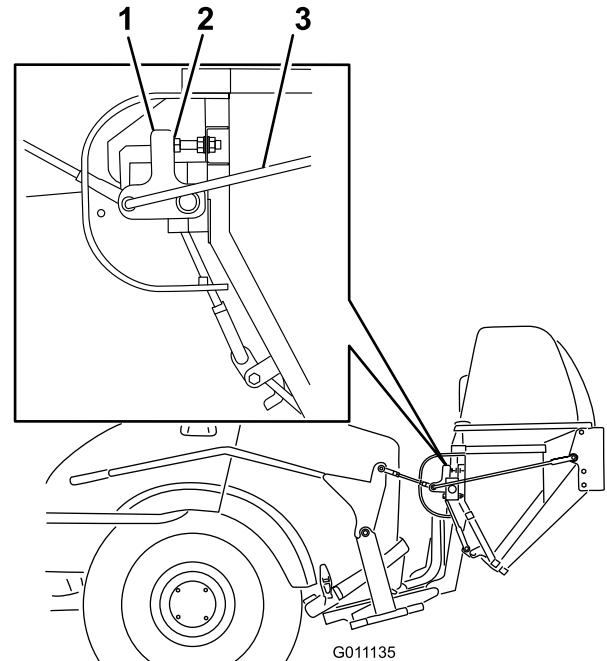

Figure 40
3. Lorsque la porte est fermée, réglez les boulons d'arrêt afin que le bras de contact soit vertical (Figure 40).
4. Si un réglage est nécessaire, desserrez les écrous et réglez les boulons d'arrêt (Figure 40).
5. Après avoir réglé les boulons d'arrêt, vous pouvez régler la longueur des biellettes d'articulation pour assurer la fermeture complète du volet tout en exigeant qu'une force raisonnable soit exercée sur la poignée. Allongez les biellettes pour réduire la force. Raccourcissez les biellettes pour augmenter la force (Figure 40).